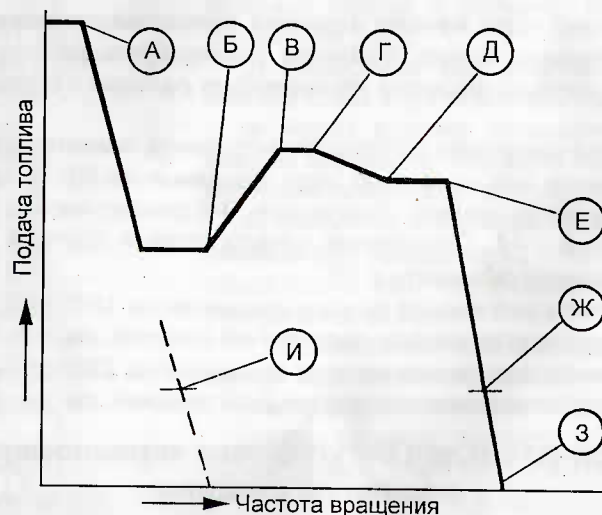

Рис. 5.2. Внешняя скоростная характеристика насоса
4. Если среднее значение подачи не равно указанному в регулировочной карте (точка Е рис. 5.2) - отрегулируйте подачу поворотом винта номинальной подачи.
5. Регулировка характеристики корректора по наддуву (на примере дизеля Д245.12, точки Б и В рис. 5.2)